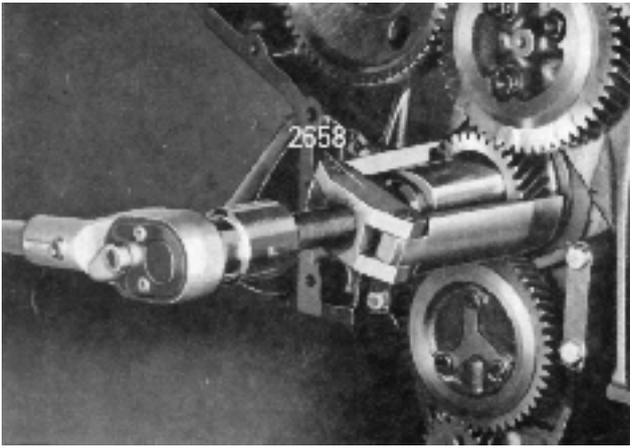

Fig. 46. Démontage du pignon de vilebrequin
7. Démontez le pignon de vilebrequin en se servant de l'extracteur 2658, figure 46.